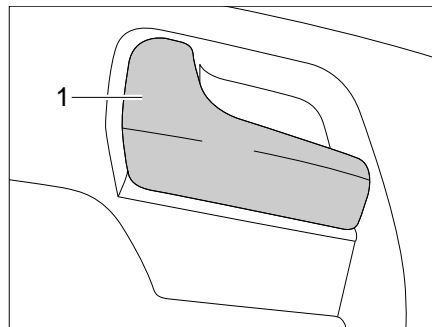

Bild 46 Türschloss Fahrtür, innen
- Am Griff (Bild 46,1) ziehen. Das Türschloss wird entriegelt.